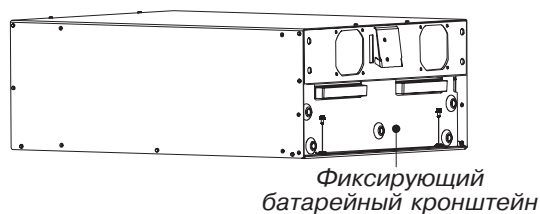

Рисунок 3. Закрепление лотков с батареями
3. Закрепите батарейные лотки в корпусе при помощи фиксирующих батарейных кронштейнов и винтов, поставляемые в комплекте поставки (см. рис. 3).